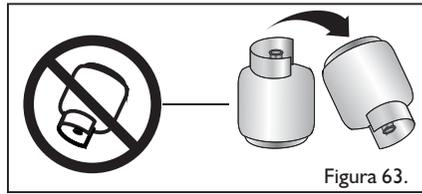

Figura 63.
- Cuando el cilindro de gas se agota, no lo invierta tratando de obtener un poco más de gas, porque en el fondo se van sedimentando suciedades, solventes con arena, que al pasar a las válvulas las rayan quitándoles la grasa lubricante, dando lugar a escapes posteriores (Ver figura 63).